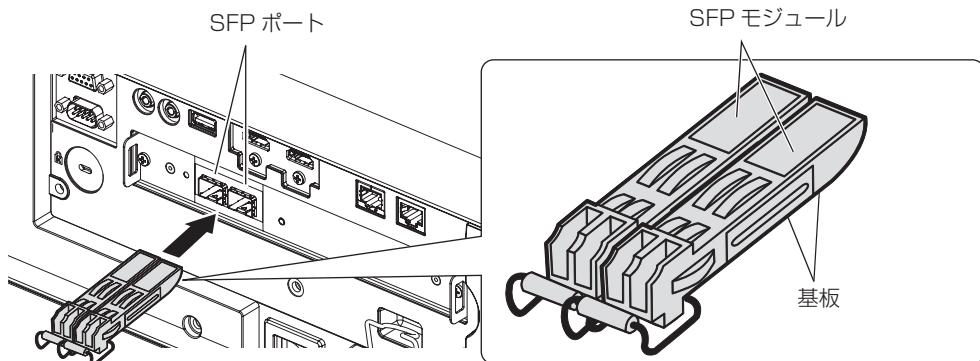

図1
2) SFP モジュールを SFP ポートに取り付ける（図1）